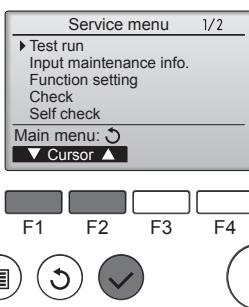

Fig. 6-3
③ Selezionare "Test run" (Prova di funzionamento) con il pulsante o , quindi premere il pulsante . (Fig. 6-3)